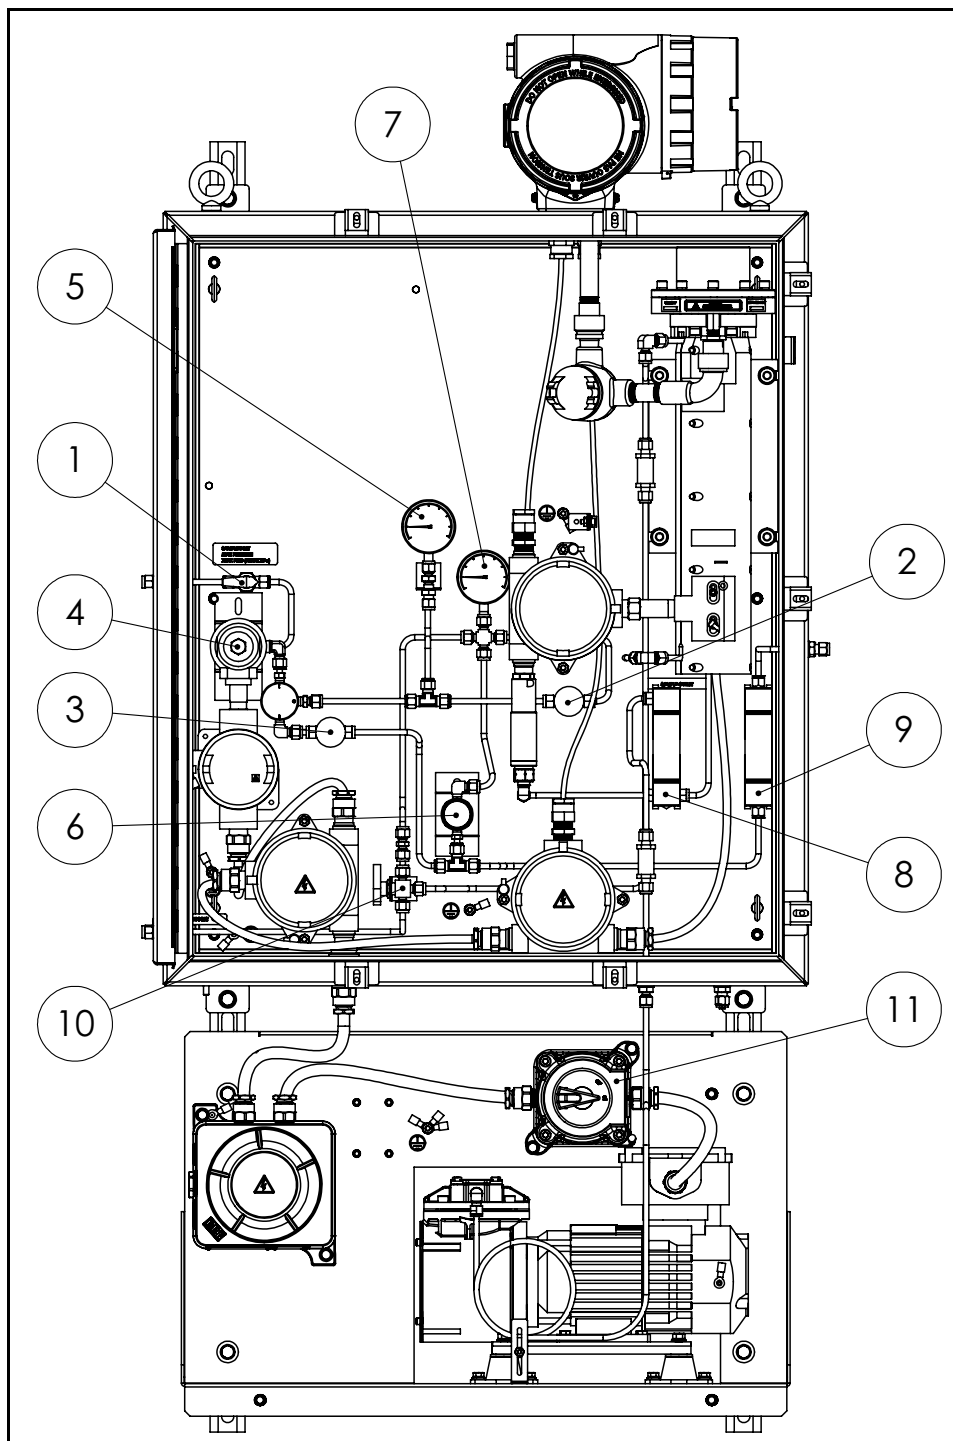

Figura 12: Sistema de muestras Aurora Trace (sin opción de verificador de H2O)
Para poner en marcha el sistema de muestras, consulte la *Figura 12* y lleve a cabo los siguientes pasos:
**Table 1: Leyenda de la Figura 12**